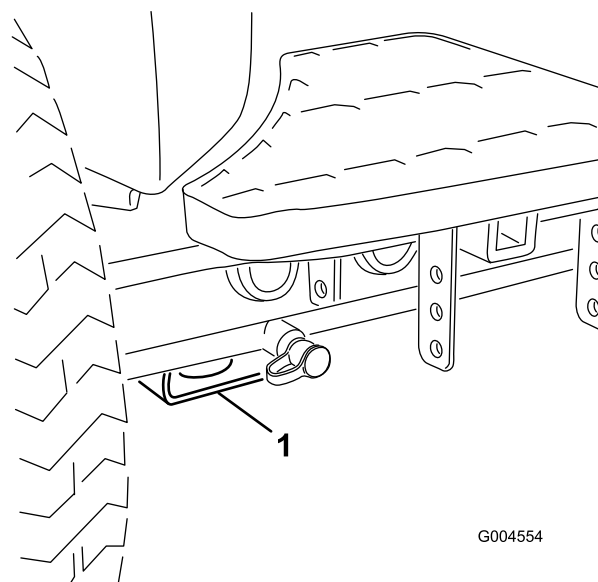

Figura 23
- Dianteira – pastilha rectangular, por baixo do tubo do eixo, dentro de cada pneu dianteiro (Figura 23).